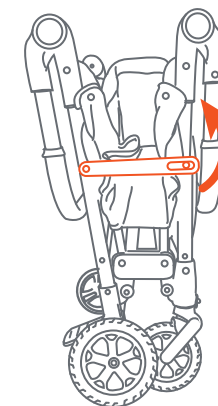

Fig. 4a
- Release the fold latch (Fig. 4a).
- Suelte el pestillo de pliegue (Fig. 4a).